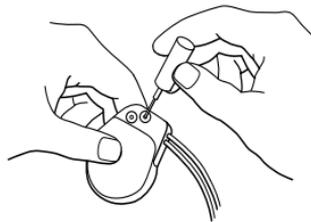
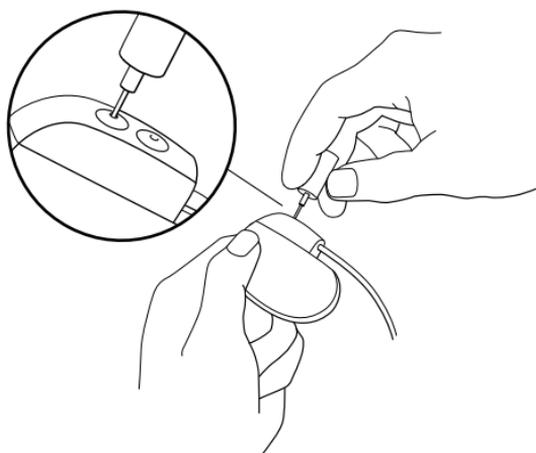

Figure 3.
Figure 4.
3. Pour fixer la sonde, serrer la/les vis en les faisant tourner dans le sens des aiguilles d'une montre comme indiqué dans la Figure 3 et la Figure 4. La grande clé dynamométrique à manche blanc émet un clic en fin de serrage. Lorsque vous utilisez la petite clé hexagonale à manche blanc, serrer la/les vis de fixation dans le sens des aiguilles d'une montre jusqu'à ce que vous rencontriez une résistance. Il faut pouvoir faire au moins 1/2 tour avant cela. Si vous pouvez faire plus d'un tour complet sans résistance, cela signifie que la sonde est mal insérée. Dans ce cas, dévisser la vis et réinsérer la sonde. Les vis doivent être serrées pour que la stimulation puisse commencer. Ne pas tirer sur la sonde tant que toutes les vis n'ont pas été serrées.